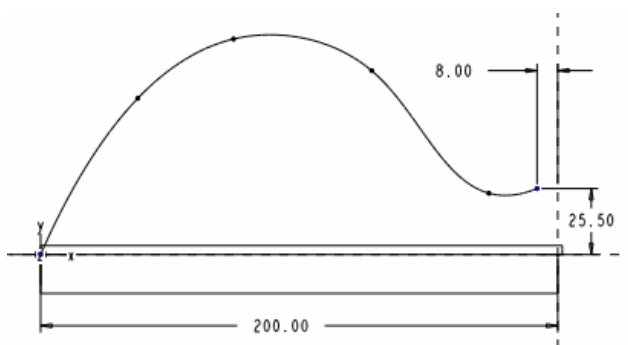

图 29-5
(5) 在草绘环境中使用  按钮命令建立一参照坐标系，使用  按钮命令绘制样条线作为弯曲轨迹，如图 29-5 所示。